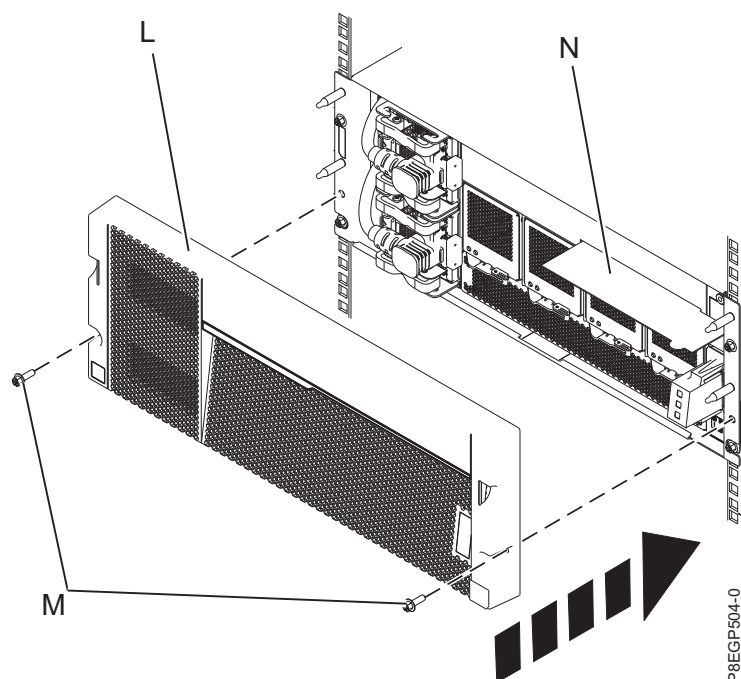

図9. カバーおよびサービス情報カードの取り付け
- カバー (L) をドロワーに取り付けます。カバーを押して所定の位置に収めたら、2 本の M5 ねじ (M) を使用して、左右のレールに固定します。11 ページの図9 を参照してください。
8. サービス情報カードをカバーのスロット (N) に挿入します。